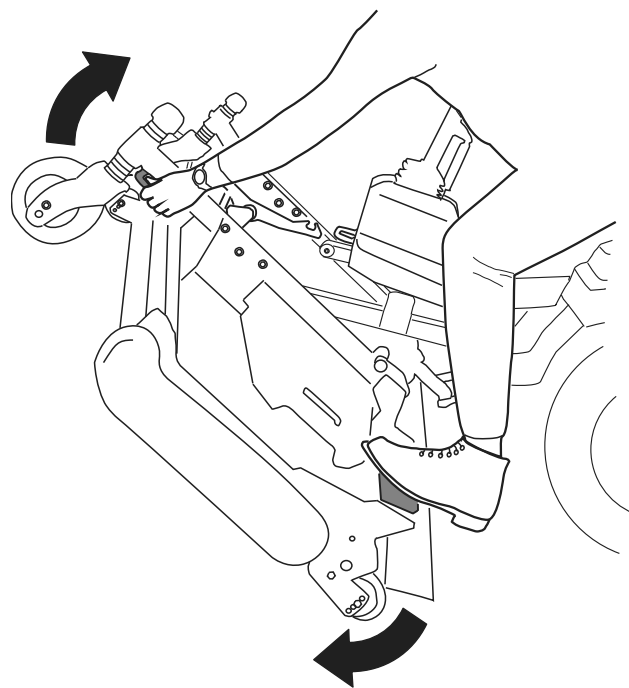
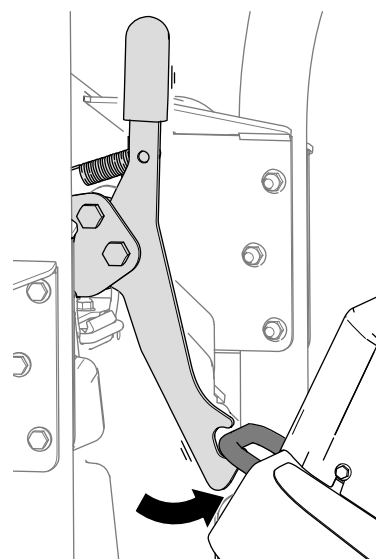
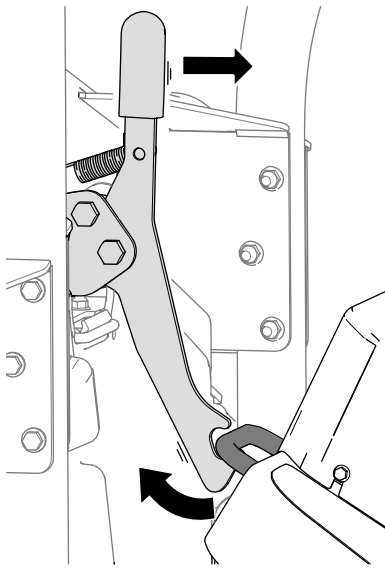

Bild 36
Bild 37
Bild 38
5. Drehen Sie das Mähwerk (Bild 36) so, dass die Verriegelung in die Befestigungshalterung (Bild 37) einrastet.
1. Lösen Sie die Verriegelung des Mähwerks von der Befestigungshalterung (Bild 38), indem Sie das Mähwerk leicht nach vorne drehen (siehe Bild 36) und den Verriegelungsgriff nach vorne ziehen.